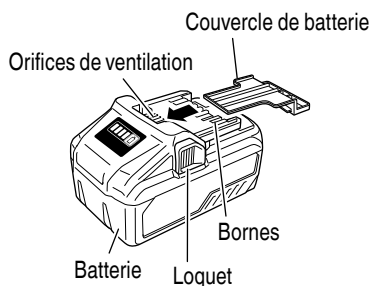

Fig. 3
- Soit ranger le bloc de pile avec l'outil électrique ou de manière sécuritaire en l'enfonçant dans le couvercle jusqu'à ce que les orifices de ventilation soient dissimulés afin d'éviter les courts-circuits. (Voir la Fig. 3)